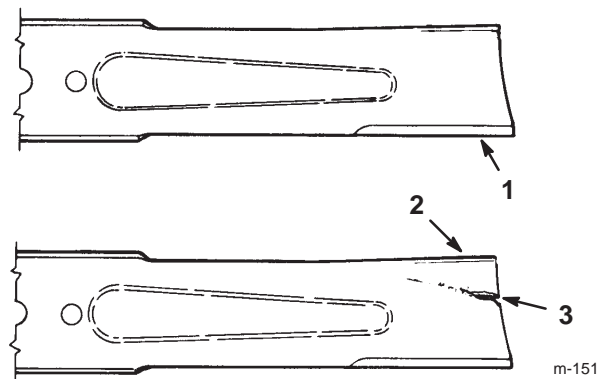

Bild 28
2. Untersuchen Sie die Schnittkanten (Bild 28). Bauen Sie, wenn die Kanten nicht scharf sind oder Kerben aufweisen, das Schnittmesser aus und schärfen Sie es. Siehe „Schärfen des Schnittmessers“ auf Seite 31.
3. Untersuchen Sie das Schnittmesser, insbesondere den gebogenen Bereich (Bild 28). Montieren Sie, wenn Sie Schäden, Verschleiß oder Rillenbildung in diesem Bereich feststellen (Bild 28), sofort ein neues Schnittmesser.